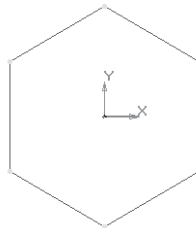

Рисунок 1.9 – Основа призми
- ортогональне креслення. Розташуєте шестикутник, як показано на рис. 1.9;